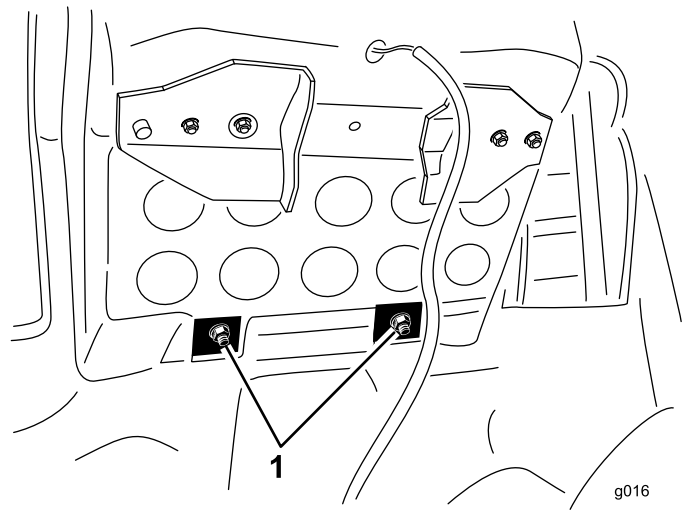

Bild 2
4. Nehmen Sie unter der Plattform die M8-Muttern und Scheiben von den Schrauben am Vordersitz ab, wie in Bild 2 dargestellt.